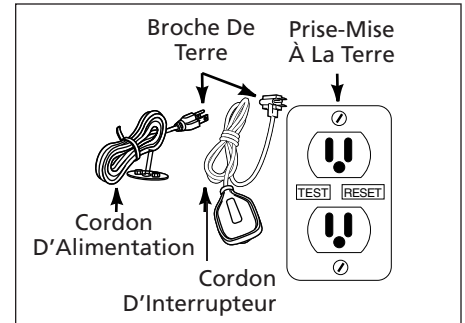

Figure 4a
3. Introduire le cordon d'alimentation de la pompe directement en arrière de la fiche de l'interrupteur flotteur ou de la prise du cordon du détecteur d'eau à état solide (Voir Figures 4a et 4b).